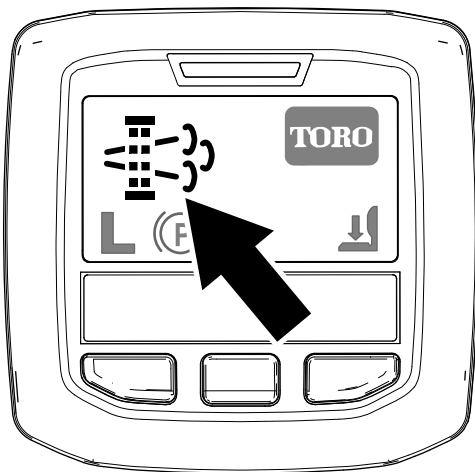

図 27
- ・ インフォセンターに、駐車再生要求アイコンが表示されます 図 27。